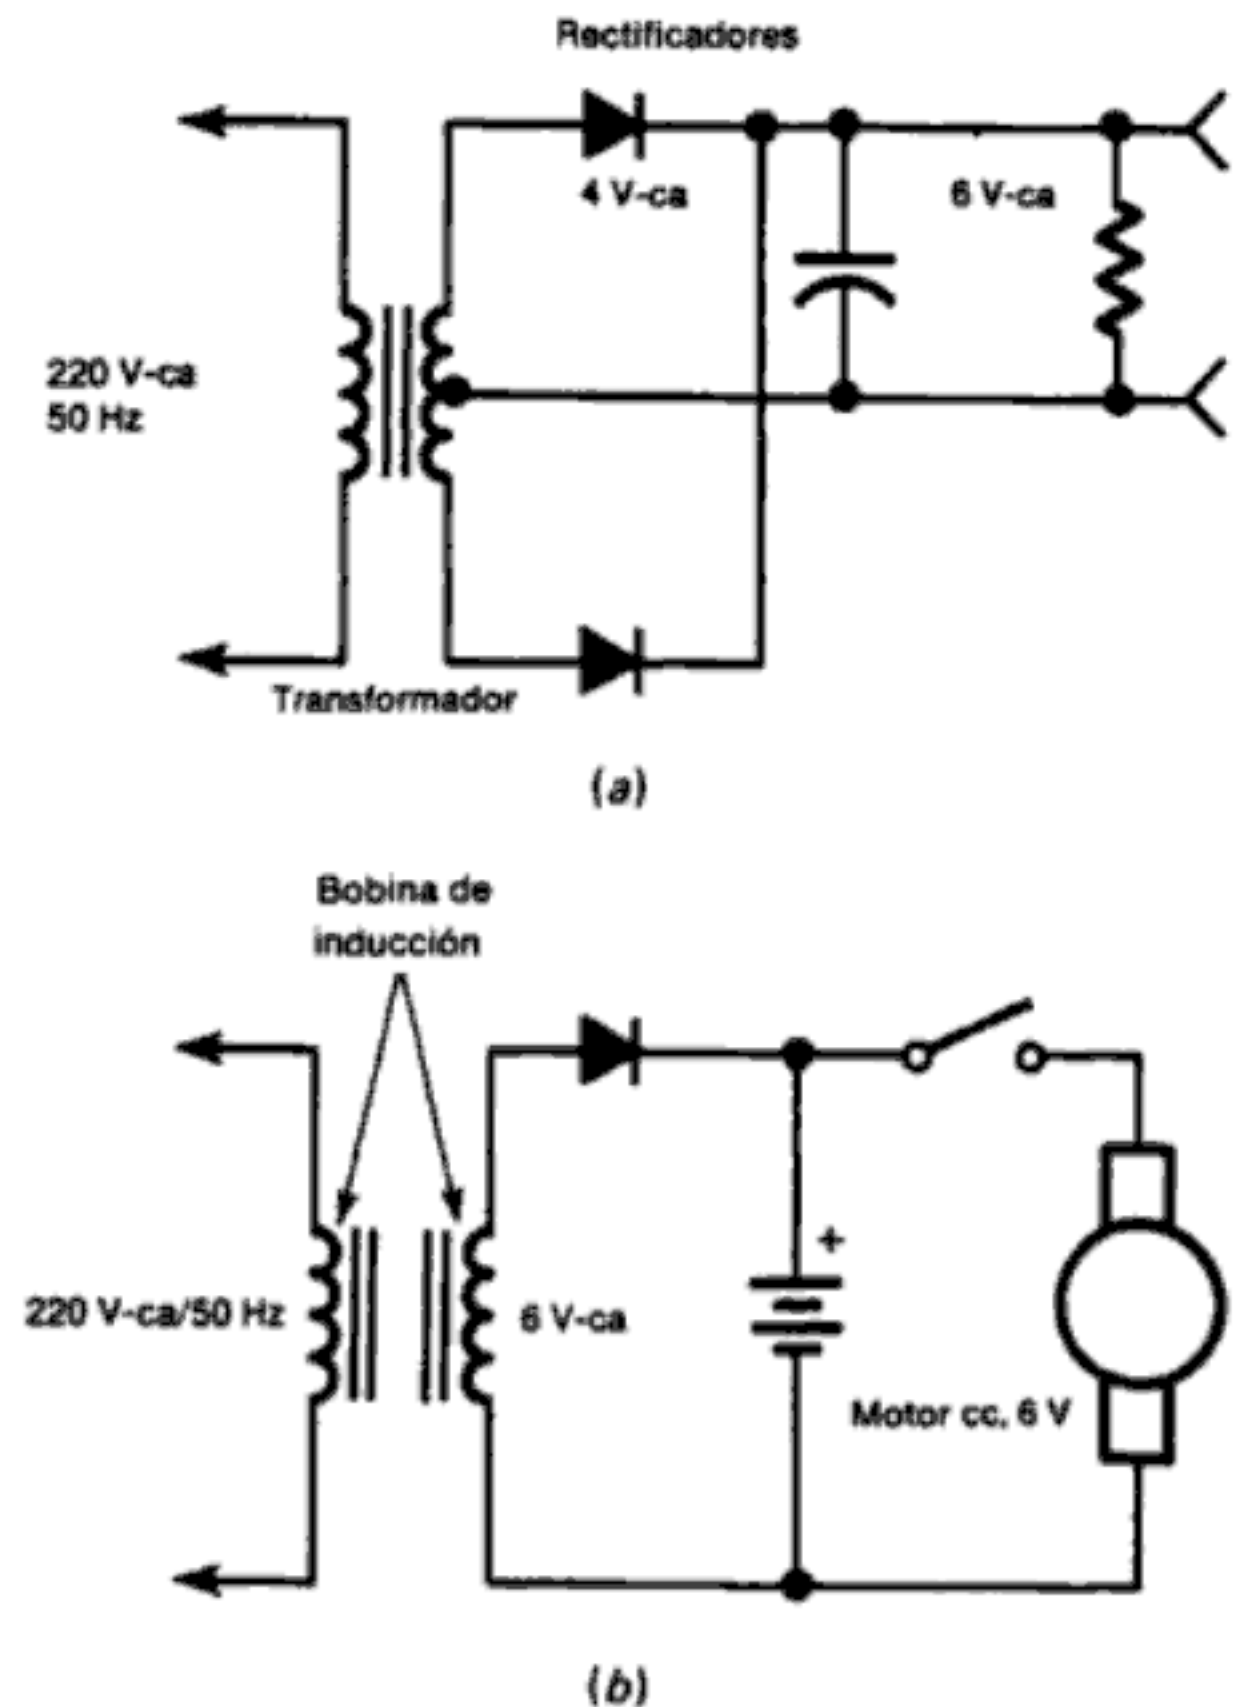

Fig. 8-3 (a) Esquema eléctrico de un cargador de baterías de transformador. (b) Id. de un cargador de inducción.
2. Otro tipo de cargador muy utilizado es el cargador inductivo (fig. 8-3 b) en el que una bobina de inducción sellada se conecta a la red de 220 V-ca. Esta bobina induce una corriente de poca intensidad en una bobina magnéticamente ac-